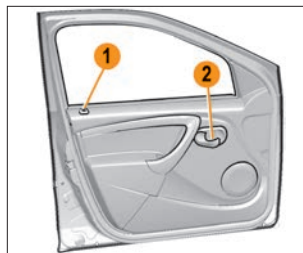

Рис. 1.4.2. Открытие передних дверей изнутри (в варианном исполнении)
**Передние двери:** при предварительно разблокированной двери потяните ручку двери **2** (рис. 1.4.2) на себя и откройте дверь.